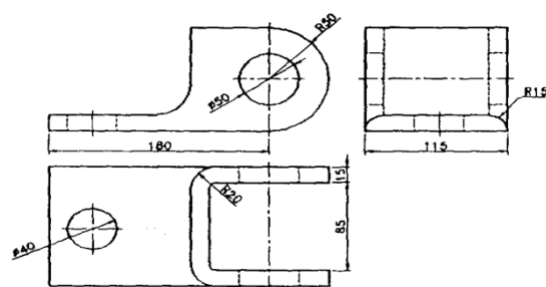

Рис.2 Полилиния для выдавливания
- 2) Постройте полилинию, показанную на рис.2.